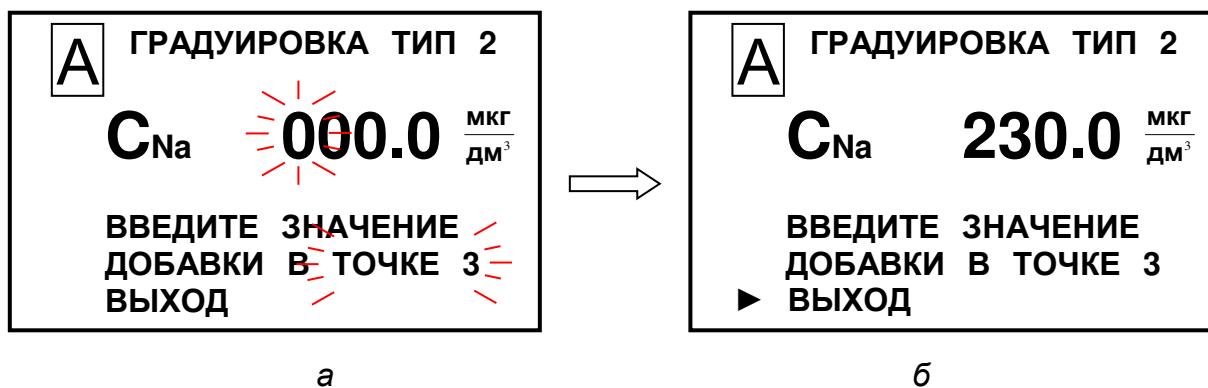

Рисунок 3.28
- 25 Ввести на экране (рисунок 3.28а) значение 230 мкг/дм³.
26 Установить маркер «►» на строку **ВЫХОД** (рисунок 3.28б) и нажать кнопку «**МЕНЮ ВВОД**». Появится экран в соответствии с рисунком 3.29а;